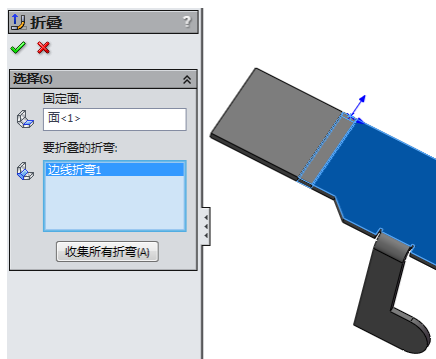

图 7-105 再次折叠
④ 单击“钣金”工具栏中的“折叠”按钮，或执行“插入”→“钣金”→“折叠”菜单命令，打开“折叠”属性管理器，选择折弯和固定面，如图 7-105 所示。
⑤ 单击“确定”按钮，将展开的折弯恢复状态。单击“保存”按钮，将文件保存为“板卡固定座.sldprt”。